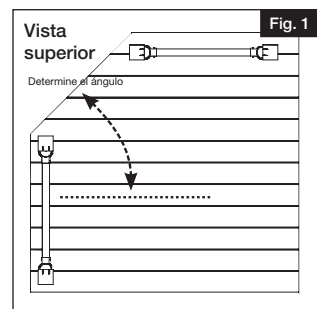

Fig. 1
- a. Ensamble la sección de barandillas insertando los balaustres/husillos dentro de las barandillas (Fig 1).
Luego de instalar los postes, determine el ángulo de las barandillas (Fig 1).